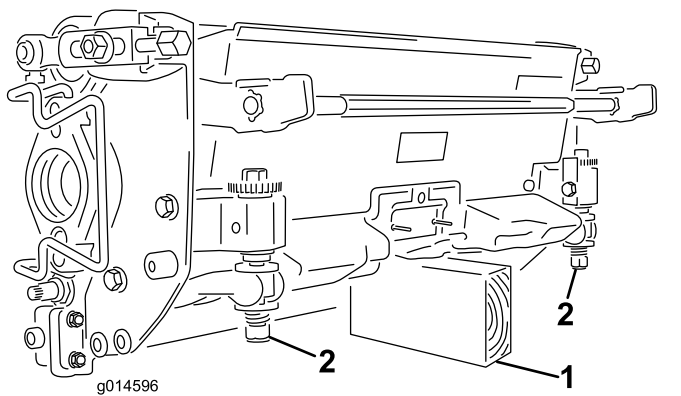

Figure 48
**Important:** Chaque fois que vous devez basculer l'unité de coupe, soutenez l'arrière pour que les écrous situés sur les vis de réglage de la barre d'appui ne reposent pas sur la surface de travail (Figure 48).